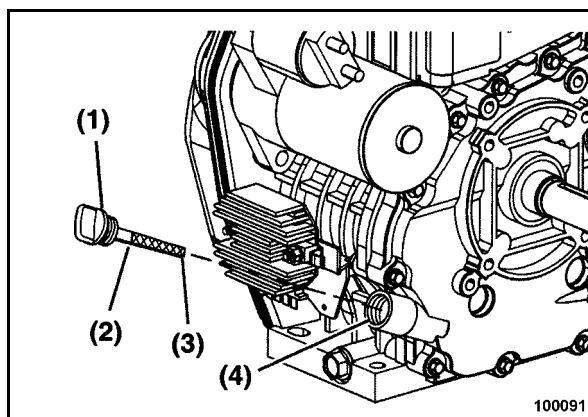

Fig. 57
- Desenroscar la varilla de medición de aceite (1) (Fig. 57).